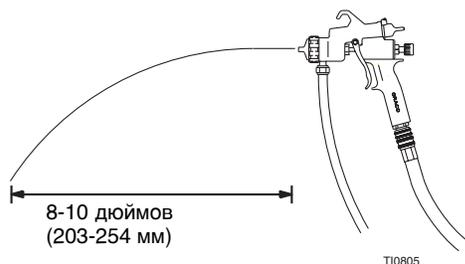

Рис. 3
- 2 Для удаленно устанавливаемого нагнетательного бака, удерживайте пистолет параллельно поверхности пола и отрегулируйте давление жидкости так, чтобы получить струю 8 - 10 дюймов (203 - 254 мм). Рис. 3.